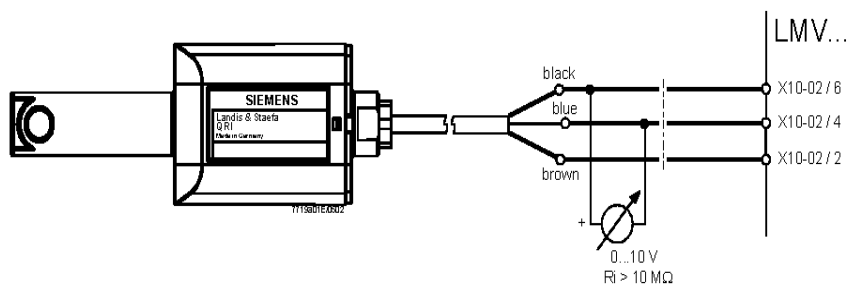

Рис. 4 - - детектирование с фотоэлементом QRI..
- Заменяйте фильтр, если разница давления между точками 1 и 3 (Рис. 4) $\Delta p > 10$ мбар.
2. Сдвинуть VD вперед до упора, рис. 4.